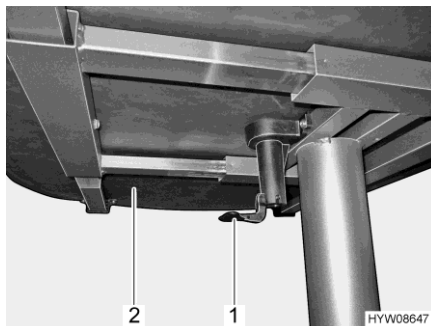

Bild 55 Spak för förskjutning av bordsskivan
- Dra eller tryck spaken (Bild 55,1) nedåt.
- Skjut bordsskivan (Bild 55,2) till önskad position.